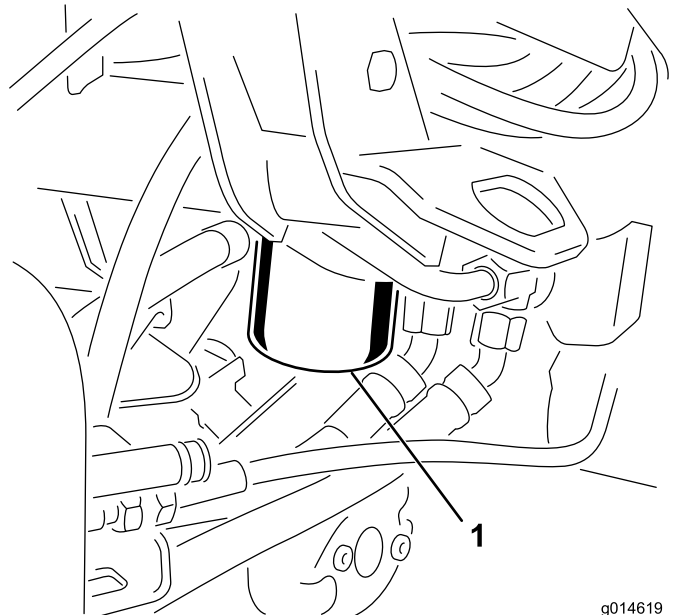

Figure 47
3. Placez un bac de vidange sous le bouchon de vidange du côté droit de la machine (Figure 47).
5. Déposez le filtre hydraulique usagé de la tête du filtre, puis installez rapidement le nouveau filtre hydraulique (Figure 47) en le vissant à la main jusqu'à ce que le joint touche la tête du filtre, puis serrez-le encore de 3/4 de tour.